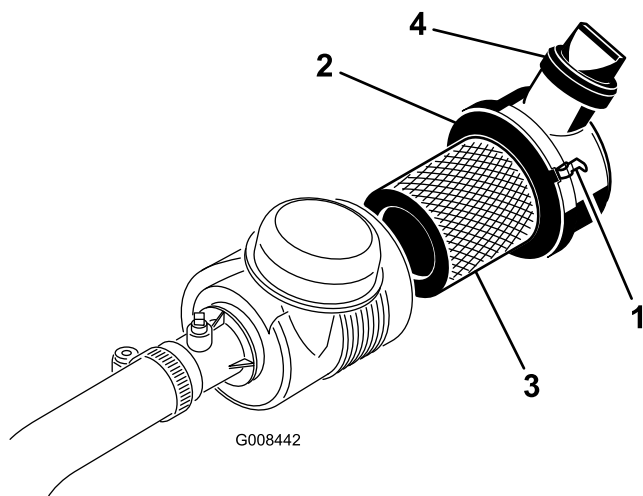

Figura 30
1. Eliberați elementele care fixează capacul filtrului de aer pe corpul acestuia (Figura 30).
7. Asigurați-vă că elementele fixează corespunzător capacul pe corp (Figura 30).